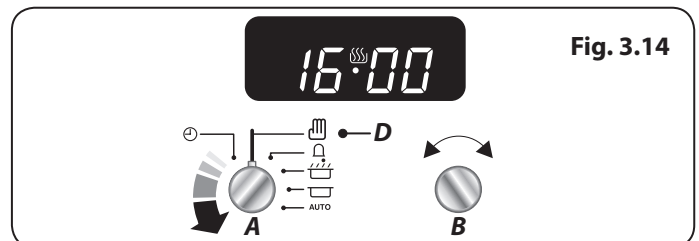

Fig. 3.14
Pour annuler tous les réglages automatiques, tournez le bouton de la minuterie (A) pour sélectionner le réglage de l'horloge (C) (**Fig. 3.14**).